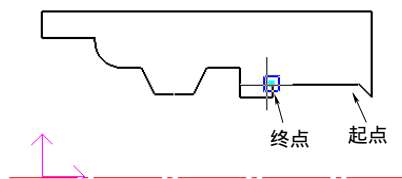

图 4-162 拾取螺纹起点和终点
1) 根据系统提示，依次拾取螺纹的起点、终点，如图 4-162 所示。拾取完毕，系统弹出“螺纹参数表”对话框。前面拾取点的坐标同时显示在螺纹参数表中。